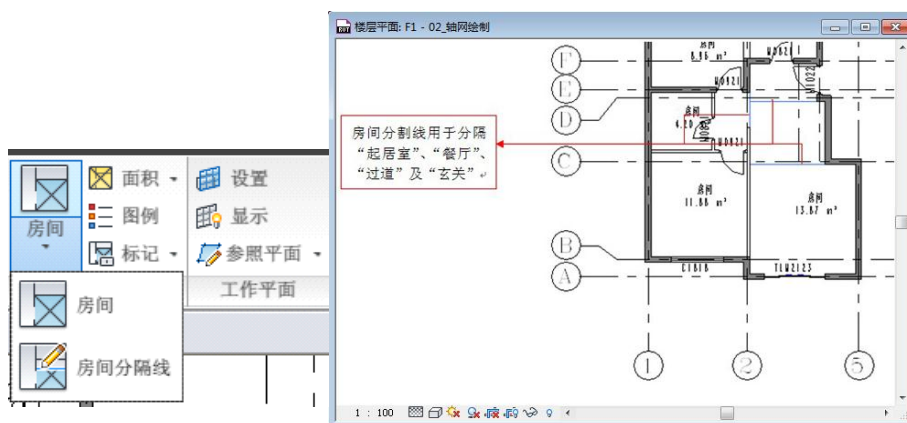

图 2-26
- 3) 某些房间为半闭合空间，需要添加房间分割线：单击“常用选项卡”>“房间和面积”面板>“房间”，单击“房间分隔线”工具，光标在如图 2-26 所示的位置绘制用于分割房间的线条。